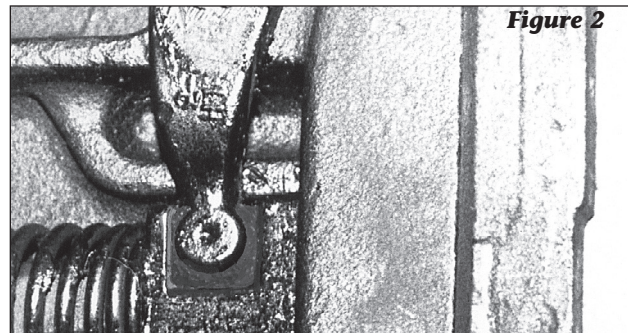

Figure 2
2. "Lubrifiez la queue et les faces du piston avec une graisse légère. Installez le ressort (18) sur la queue du piston (17), insérez-le à travers fentes du piston dans le moulage. Utilisez le bloc auxiliaire pour maintenir le piston (17) en place avec le ressort comprimé."
3. "Vérifiez l'ajustement du levier de déverrouillage (15) et du piston (17). L'extrémité arrondie du levier de déverrouillage doit s'insérer librement dans la fente du piston. Si les pièces ne s'emboîtent pas librement, il sera nécessaire d'ébavurer l'extrémité arrondie du levier de déverrouillage (**voir Figure 2**)."
1. Installez la vis de réglage (20) dans le trou situé dans la gorge du moulage de la sellette d'attelage. Installez le ressort de compression (23) sur la vis, puis faites glisser la cale de réglage (22) sur la vis. Comprimer le ressort et installer le contre-écrou (21). Serrez la vis avec une clé Allen 1/2" jusqu'à ce que l'écrou affleure l'extrémité du boulon.
5. Installez la bague en nylon (24) dans le levier de déverrouillage (15) de manière à ce que la bride se trouve entre le moulage et le levier. Installez le bras de dégagement (15) dans la fente du piston (voir Figure 2), installez la rondelle (13) sur la vis à capuchon (12) et insérez-la à travers le levier de dégagement (15) et vissez dans le moulage.